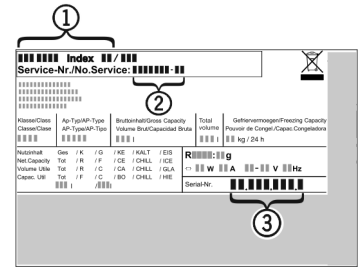

Fig. 10
- ▶ A készülék megnevezését Fig. 10 (1), a szerviz- Fig. 10 (2) és sorozatszámot Fig. 10 (3) a típustábláról olvassa le. A típustábla a készülék belsejében baloldalon található.
- ▶ Értse a vevőszolgálatot a hibáról, és adja meg nekik a készülék megnevezését Fig. 10 (1), a szerviz- Fig. 10 (2) és a sorozatszámot Fig. 10 (3).